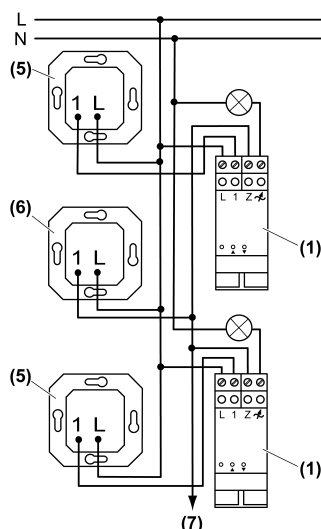

Figure 3: Schéma de raccordement d'un poste auxiliaire central
- i** Un mécanisme de poste auxiliaire bifilaire (voir chapitre 6.3. Accessoires) peut être utilisé comme poste auxiliaire central (6).
- Raccorder le variateur (1), les postes auxiliaires locaux (5) et les postes auxiliaires centraux (6) conformément au schéma de raccordement (figure 3).
- En option, raccorder le poste auxiliaire central à d'autres variateurs ou postes auxiliaires centraux (7) (figure 3).